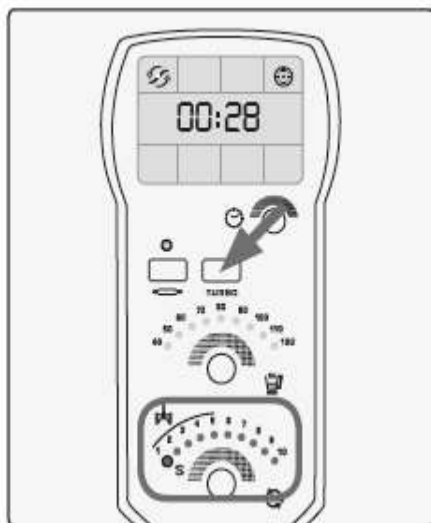

Рис. 36
- 1. Выберите время.** Медленно поверните ручку регулятора времени вправо/влево, чтобы выбрать время работы (Рис. 36).